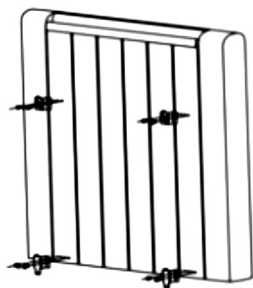

Fig.3
- El aparato necesita ventilación adecuada para funcionar correctamente. Dejar un espacio de . encima del mismo, en la parte trasera y a ambos lados. (Fig. 3)